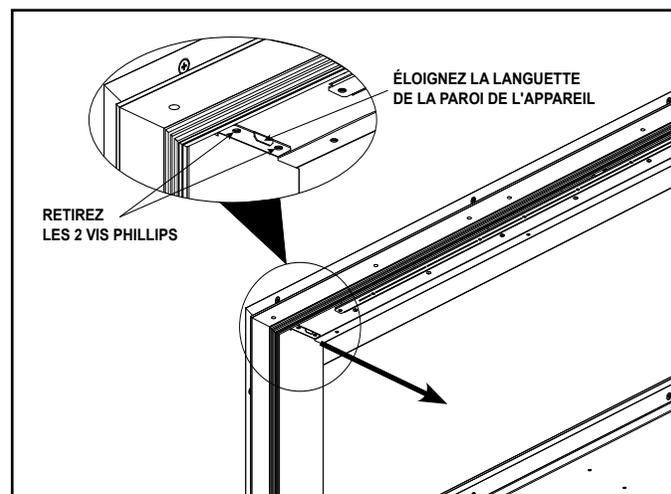

Figure 4.5 Démontage du panneau latéral
Retirez les panneaux latéraux intérieurs gauche et droit en enlevant les deux (2) vis qui les fixent au plafond de l'appareil. Utilisez la petite languette située sur la partie supérieure de chaque panneau pour tirer la partie supérieure vers le bas et l'éloigner de la paroi latérale de l'appareil. La languette inférieure du panneau se soulève pour sortir de l'appareil. Répétez l'opération pour les deux côtés. Voir la figure 4.5.